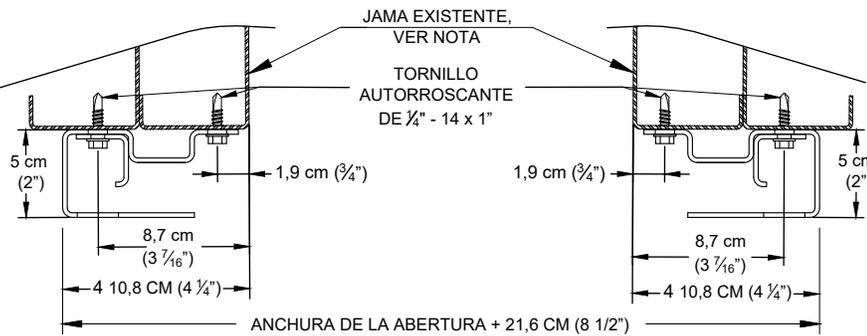

FIGURA 10: MONTAJE DE GUÍAS - OPCIÓN 3
- ▶ **OPCIÓN 3:** Jambas de acero de menos de 4,76 mm (3/16") de grosor. Tornillos autorroscantes de 1/4 - 14 x 1" en la punta y el interior de la guía. Todas las aplicaciones del modelo 3100. VEA LA FIGURA 10 para conocer los requisitos condicionales.